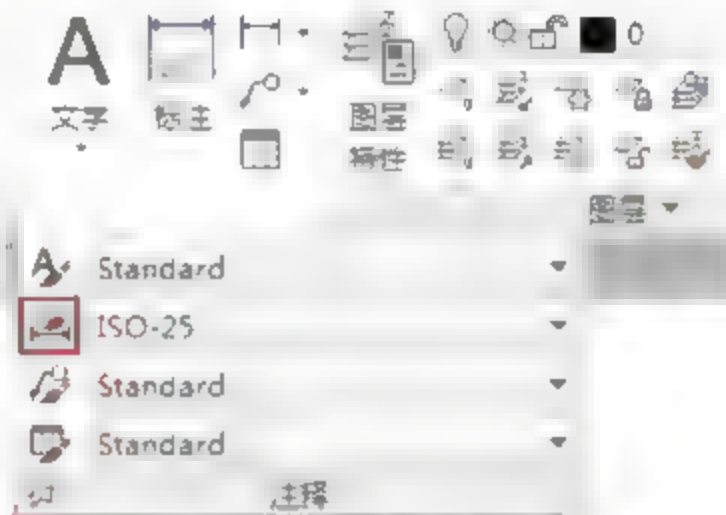

图5-4 单击按钮
- 【默认】选项卡：在【默认】选项卡中，单击【标注】面板中的【标注样式】按钮，如图5-4所示。